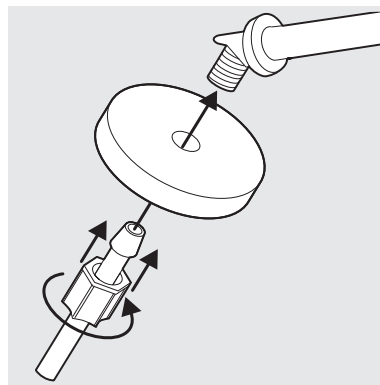

figure 5
9. Poussez le joint du tube sur le filetage (figure 5). Poussez la conduite d'alimentation en eau de plastique dans le tube d'entrée d'eau aussi loin que possible et serrez à la main l'écrou à compression en nylon dans l'extrémité filetée du tube d'entrée d'eau. Serrez d'encore 1/2 tour avec une clé. NE serrez PAS plus que nécessaire.